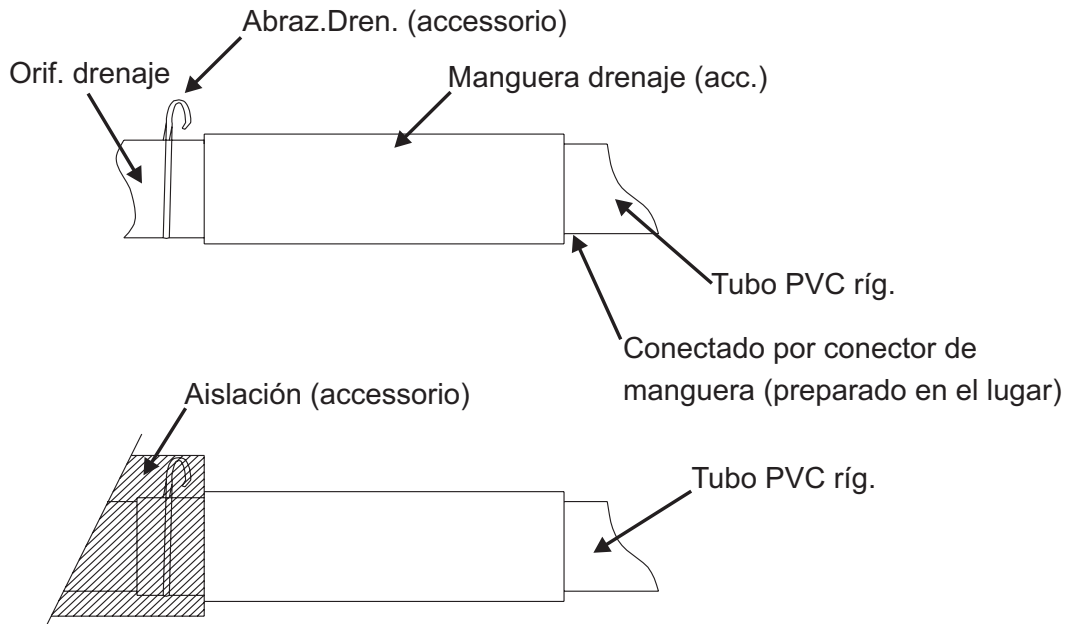

Fig.12
3. Inserte la manguera de drenaje hasta conectar correctamente a la abertura de drenaje, y luego fíjela firmemente con la abrazadera (accesorio).(Fig. 12).
4. Después de verificar el drenaje, envuelva la manguera con la aislación y abrazaderas (accesorio). (Fig.12)